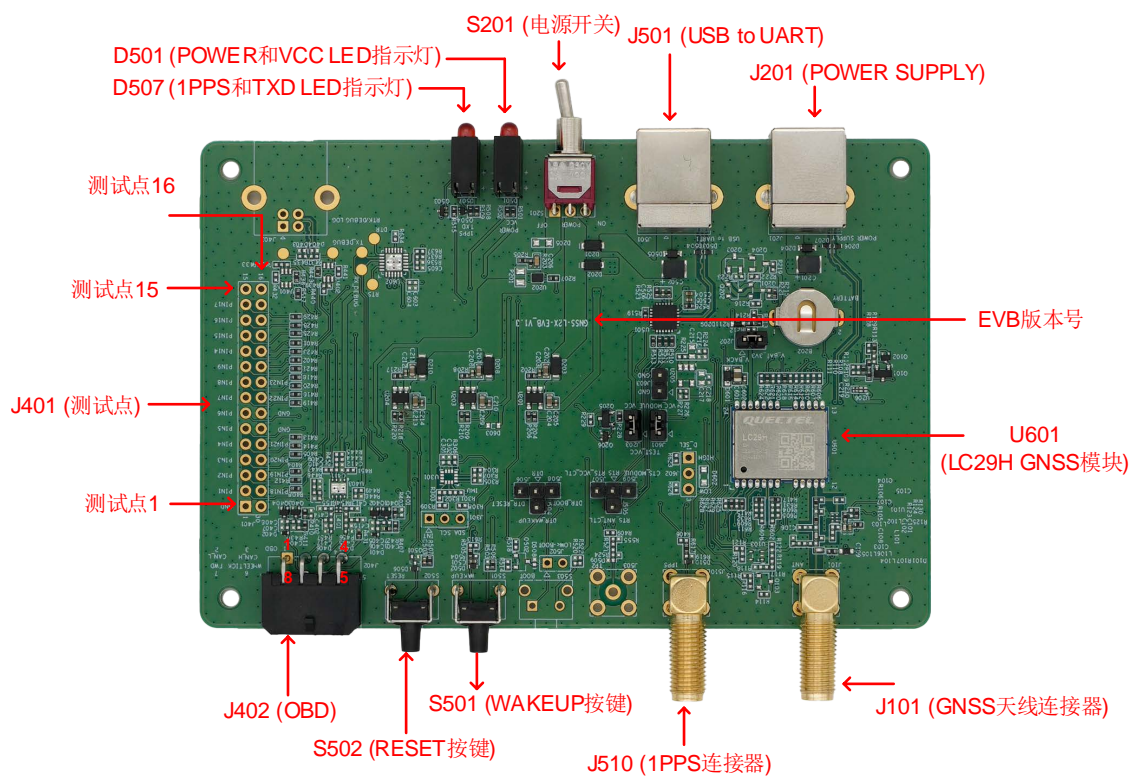

图 3: EVB 器件分布图
1. J401 测试点按顺时针排序, 序号如 图 3: EVB 器件分布图 中红色字体所示。